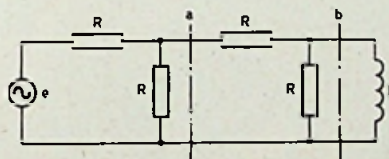

Fig. 1
③ In het schema van fig. 1 levert de spanningsbron  $e$  een spanning  $e_m \sin \omega t$ .